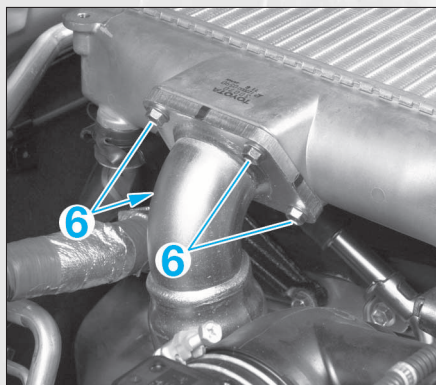

FIG. 70
- Retirer les 4 vis (6) (fig. 70).